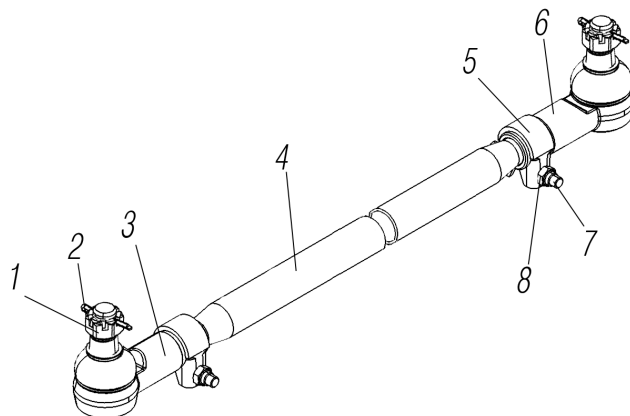

Рисунок 4.13
*¹ Допускается замена на БМ4320-3414052-11, см. рисунок 4.13
Can be changed for БМ4320-3414052-11, See figure 4.13